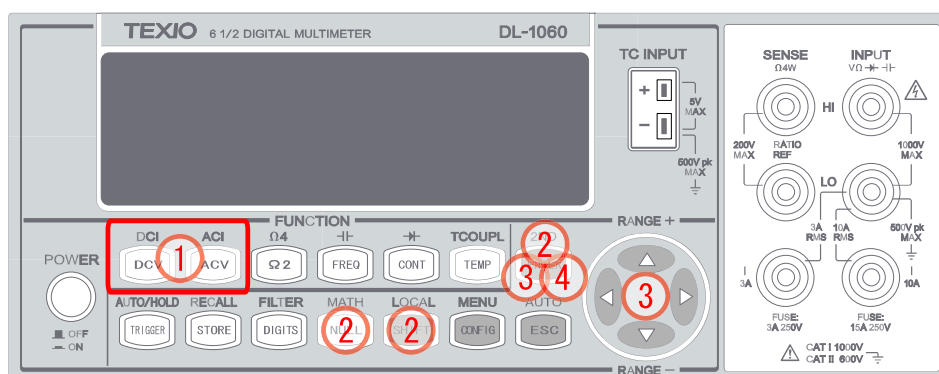

図 3-28
- ① DCV 又は ACV ボタンを押し、測定機能を選択します。
- ② <・>、ENTER ボタン等を使い、MATH(SHIFT+NULL) > dBm > REL RES の順で移動します。
- ③ <・>ボタンで桁を移動し、△・▽ボタンを使い希望の数値に設定します。ENTER ボタンを押して値を決定します。
- ④ ENTER ボタンを押して“RUN”で測定を開始します。
- 使用するボタンを図 3-28 に示します。